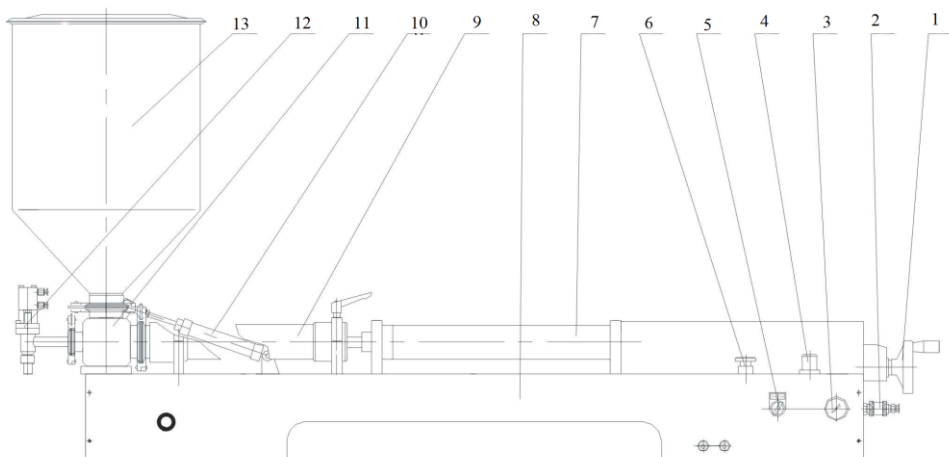
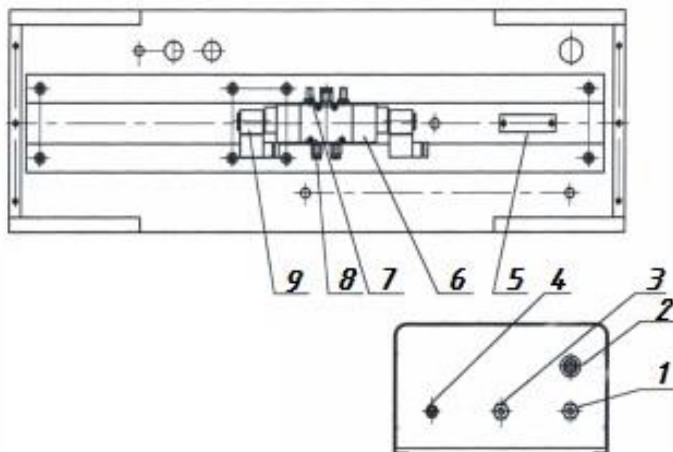

Рис.1 – Дозатор поршневой серии G1WTD, G2WTD, (Модели Y1WTD, Y2WTD, аналогичны, но без загрузочного бункера и измененным загрузочным клапаном).
Рис. 3 Вид снизу, распределительные клапана воздушной системы
1. Установите сосуд с материалом (см. рис.1) в верхней части корпуса клапана (11),
2. Затем зафиксируйте соединительную деталь с помощью анкерных зажимов (10).
4. Включите блок питания (5) (см. рис.3).
5. Подключить источник воздуха (воздушный компрессор*) (2) (отодвиньте задвижку) (см. рис.1).
6. Установите рабочий режим переключателя (5) на «педаль» (см. рис.1).
7. Нажимайте на педаль, пока материал не потечет из разливочной головки (12) (см. рис.1).
8. Откройте переключатель источника воздуха (2) (см. рис.1).